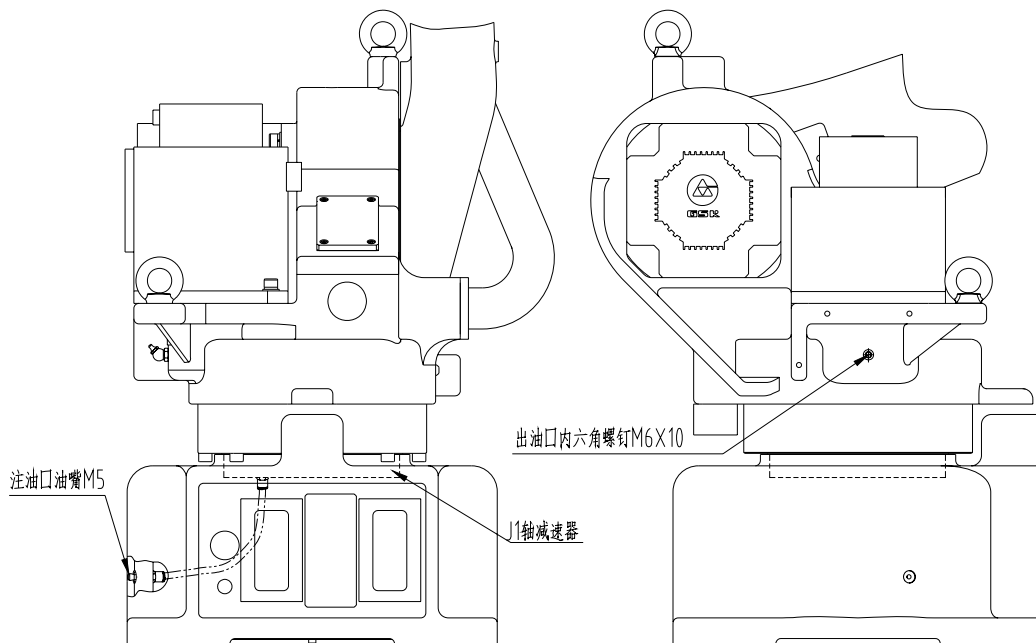

图 13 J1 轴减速机局部结构
(1) 油脂补充步骤（参考 图 13 J1 轴减速机局部结构）
- ③ 安装排油口堵塞前，运动 J1 轴几分钟，使多余的油脂从排油口排出；
- ④ 用布擦净从排油口排出的多余的油脂，在排油口安装堵塞。堵塞的螺纹处要缠生胶带并用扳手拧紧。
(2) 油脂更换步骤（参考 图 13 J1 轴减速机局部结构）